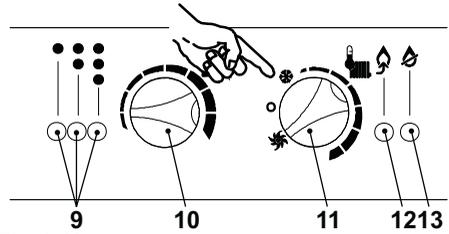

Fig. 9.11
- Dar alimentación eléctrica a la caldera accionando el interruptor bipolar previsto en la instalación; la luz de señalación 9 de la Fig. 9.11 parpadeará cada 4 segundos.
- Colocar el selector 11 como se indica en la Fig. 9.11; la luz de señalación 9 parpadeará con una intermitencia de dos segundos aproximadamente.
- Mantener pulsado el botón de restablecimiento 12 de la Fig. 9.11 durante 10 segundos, aproximadamente, hasta que el indicador luminoso de bloqueo 13 comience a parpadear.
- Para calibrar la función deshollinamiento, los indicadores luminosos de señalación 9 de la Fig. 9.11 deben mostrarse como en la Fig. 9.12.
- Mantener pulsado de nuevo el botón de restablecimiento 12 de Fig. 9.11 durante aproximadamente 5 segundos, el indicador luminoso de paro 13 se apaga, mientras que los indicadores luminosos 9 parpadean como para la solicitud de potencia de calefacción Fig. 9.13.